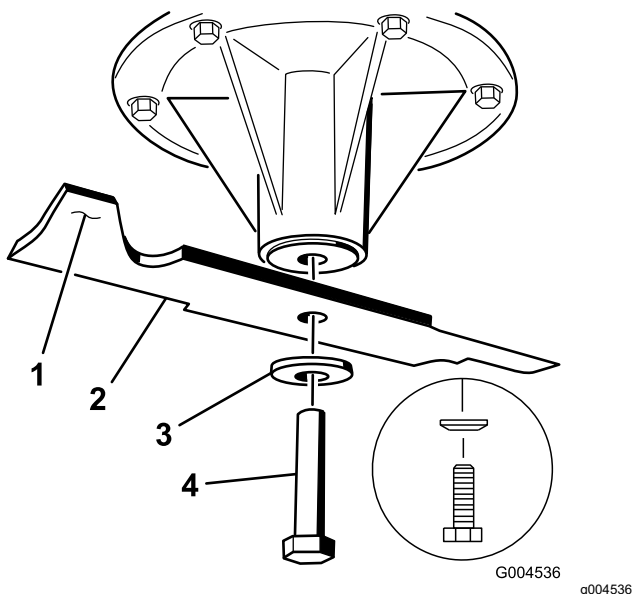

Figura 77
2. Instale la cuchilla en el eje (Figura 77).
3. Instale la arandela curva y el perno de la cuchilla (Figura 77).
Nota: El cono de la arandela curva debe estar orientado hacia la cabeza del perno (Figura 77).